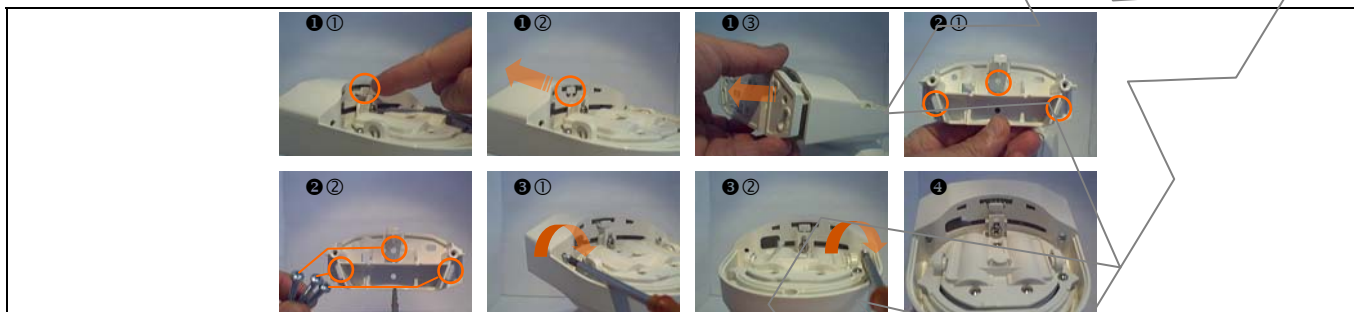

Figura 4 – Instalação do Suporte – Ver vídeo
- A instalação do suporte (Figura 4, passo 2) deve ser realizada numa superfície estável. O suporte deve ser montado na horizontal, de forma a ficar paralelo ao solo.
- O detector deve ser aparafusado ao suporte como indicado na Figura 4, passo 3.